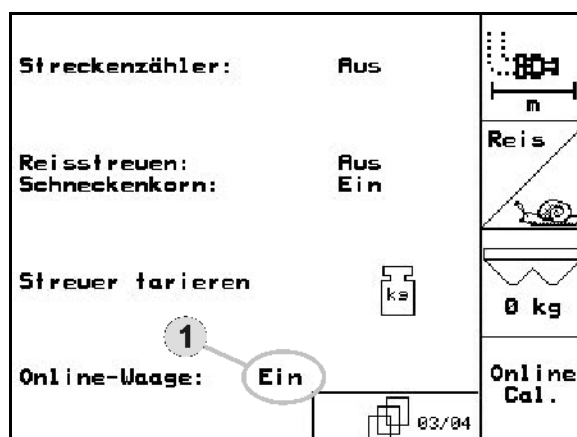

Fig. 38
- Menu Données machine : appeler Activer la balance en ligne (Fig. 38/1). .